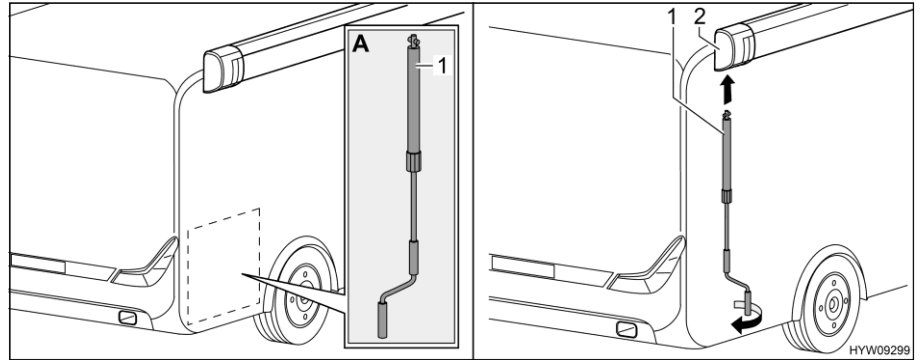

Bild 25 Kurbel anbringen
- Kurbel (Bild 25,1) aus Heckgarage nehmen (Bild 25,A).
- Kurbel in Bajonettfassung (Bild 25,2) der Markise stecken.